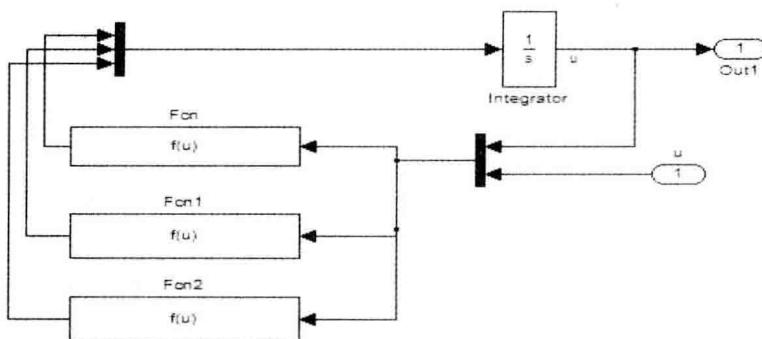
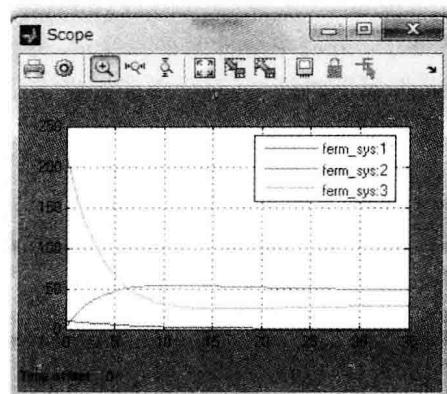

图 15.5-1 单个发酵罐模型
图 15.5-3 Simulink 单罐仿真曲线
- ① 按照方程搭建模型,对于本课题来说这是最复杂的方法,但是任何方程都适用;
- ② 用 S 函数,但需要求解状态方程,但非构造型微分方程组不容易求出其状态方程;
- ③ 用传输函数,对时域方程进行拉普拉斯变换,该方程组无法进行,即使用 MATLAB 求也得不到解析解。
- ④ 向量法,用 Fcn 模块表示每一个微分方程中的一维输入,三个 Fcn 模块并联,所以,本质上同 `ode` 函数是一样的思想。Fcns 模块只允许用向量  $u$  表示的输入,如果是 3 个输入量,用  $u(1)、u(2)、u(3)$  表示。仿真时需要给定进料的初始浓度  $x_0, P_0, S_0$ ,直接把这几个符号变量写到 Fcn 的向量表达式中会报错,使用全局变量又显得繁冗。所以通过 mux 将  $x_0, P_0, S_0$  合并作为 Fcn 模块的输入,以  $u(4) \sim u(6)$  来表示。通过积分器构成迭代环,求解出每个采样时刻的微分方程组数值解。单罐模型如图 15.5-1 所示。
把图 15.5-1 的模型封装为子系统, 使用 Constant 模块给定各个物理的初始浓度, 进行针对单罐模型的仿真, 图形如图 15.5-3 所示。